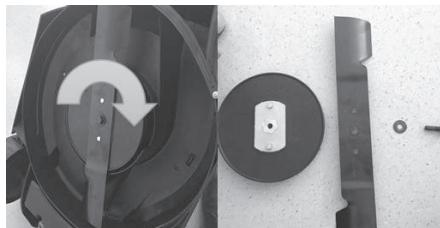

Рис. 5
**ВНИМАНИЕ!** Запрещен способ обработки, показанный на рис. 5, где движение косилки идет в направлении кабеля, что сопряжено с опасностью его повреждения. Ваша газонокосилка будет продолжать работать все время, пока Вы нажимаете на рычаг выключателя. Чтобы остановить косилку, достаточно отпустить рычаг выключателя. Если при кошении за косилкой остается разбросанная трава, это означает, что контейнер для травы переполнен и его надо опорожнить.